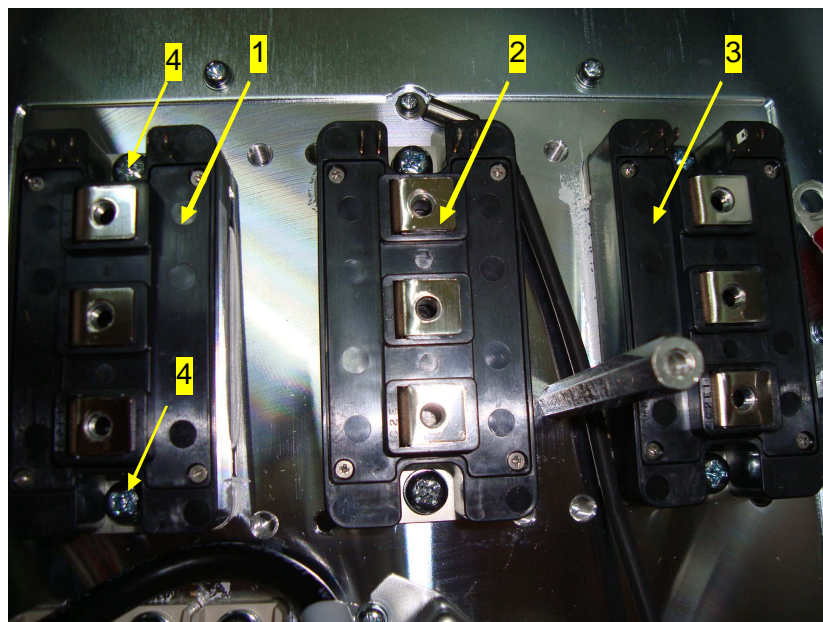

Рисунок 6.39
6.14.1 Выкрутить винты 4 крепления IGBT модуля 1 (рисунок 6.39). Положить винты в тару.
6.14.2 Повторить п. 6.14.1 для модулей 2 и 3 (рисунок 6.39).